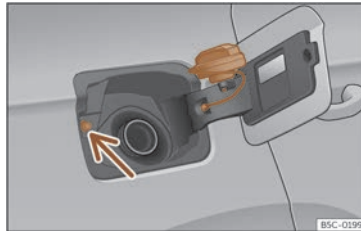

Fig. 201 Trappe à carburant avec bouchon ouvert.
- Placez le bouchon dans le logement se trouvant sur la charnière de la trappe à carburant ouverte >>> **fig. 201**.
Évitez de toucher le bouton de verrouillage de la trappe à carburant >>> **fig. 201** (flèche). Le système comprendrait que vous avez terminé et vous ne pourrez plus faire le plein. Rappuyez sur la touche B de la porte du conducteur pour continuer.